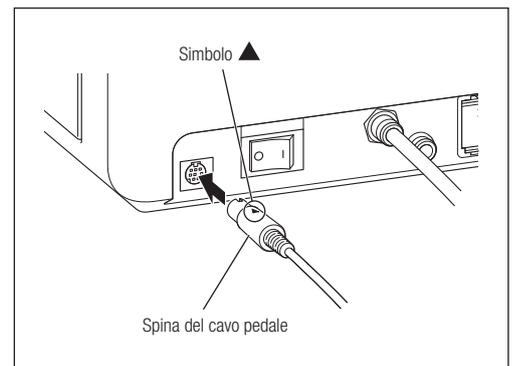

Fig. 5
- 2) Collegare la spina del pedale nella presa del connettore del cavo del pedale con il segno ▲ rivolto verso l'alto (Fig. 5).